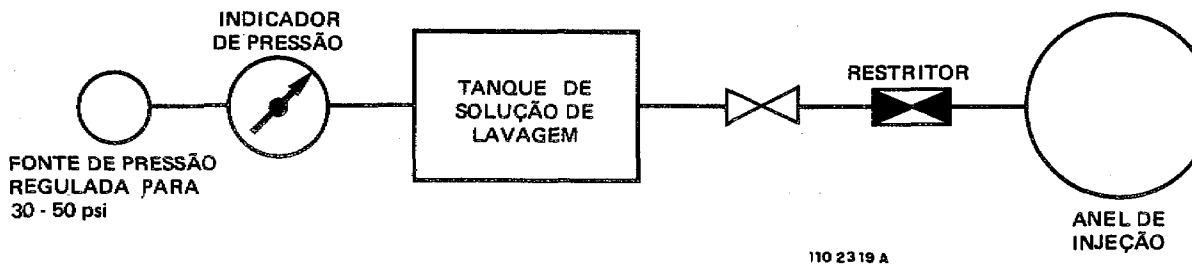

Figura 3-16. Esquema do Sistema de Lavagem do Compressor com o Motor sendo Acionado pelo Arranque-Gerador
- Conecte, de acordo com a figura 3-16, o equipamento de lavagem à fonte de ar comprimido, mantendo o tan-
3. Conecte o tanque à entrada de ar comprimido e regule a pressão em 30-50 psi, de acordo com a figura 3-16.